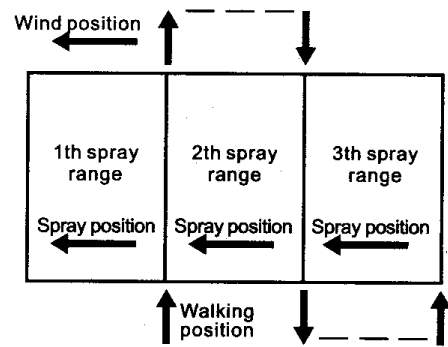

Fig. 6
2. L'ultra-faible volume est obtenue en changeant la buse, Fig. 6.
- a. L'opérateur décide de fonctionner conformément à la direction du vent, comme le montre la Fig. 6. La vitesse de marche est de 0,7 à 1,1 m / s, vitesse de pulvérisation de 10 à 15 mètres.